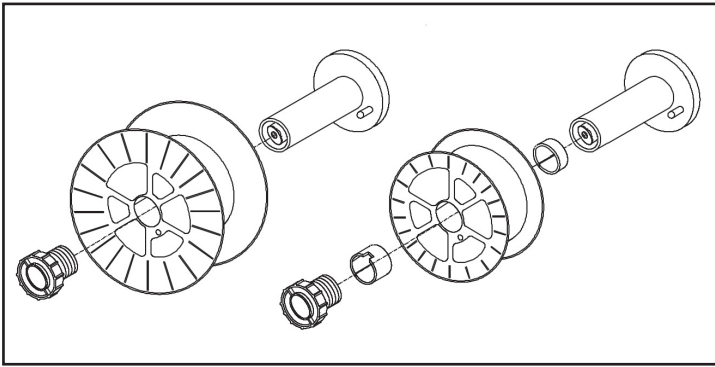

Figure 2 - Chargement du fil
- Si nécessaire pour le type de bobine, insérez les entretoises comme indiqué sur la figure 2. Revisser le volant.